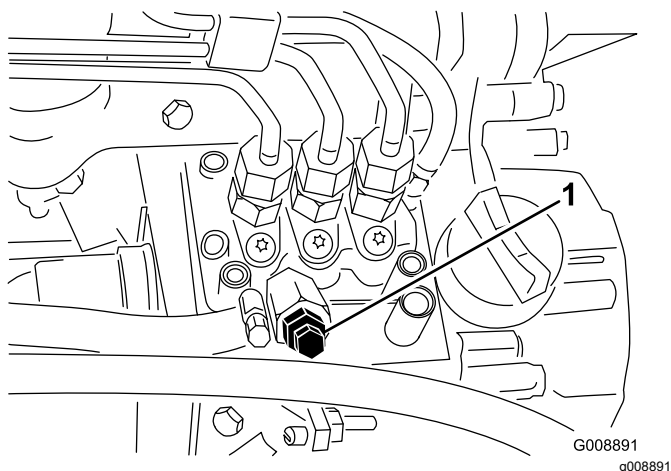

Figura 36
4. Desaperte o parafuso de purga que se encontra na bomba de injeção de combustível (Figura 36).